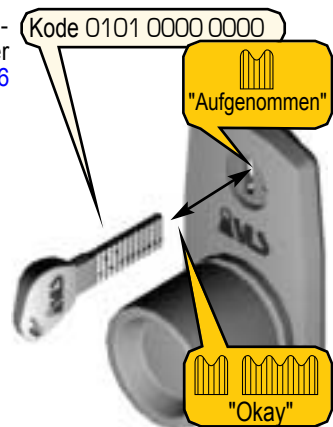

Abbildung 31 - Programmieren der vier Versuchszahlen zum Entsperrern des Schlosses
2. Wählen Sie den Kode für Versuchszahl 0101 0000 0000 (Abb. 31) auf dem Schlüssel zum Programmieren der Versuchszahl zum Entsperrern des Schlosses, die vier gleich ist.